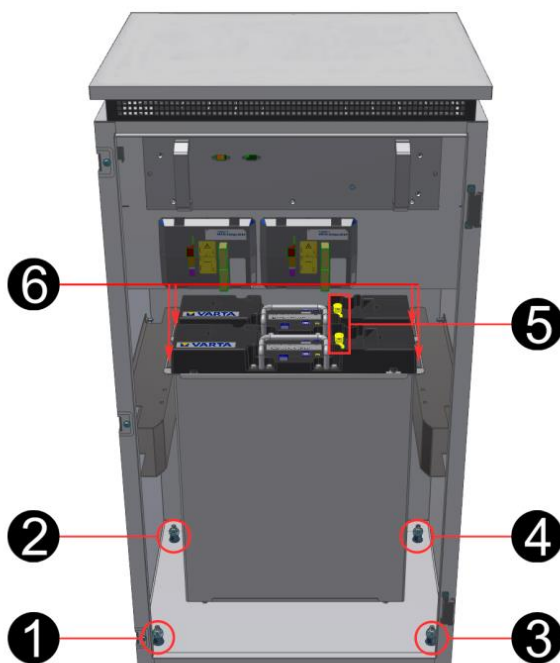

Figura 21: posizioni di montaggio dei moduli batteria
- Impostare l'altezza dei piedi regolabili (vedere Figura 21: posizioni di montaggio dei moduli batteria) a 4 cm (max. 5 cm).
A seconda del modello possono essere installati fino a due moduli batteria. I moduli batteria vengono posizionati secondo Figura 21: posizioni di montaggio dei moduli batteria.
Collocare il modulo batteria nel quadro accumulatore, secondo Figura 21: posizioni di montaggio dei moduli batteria.
Posizionare i moduli batteria nel quadro dell'accumulatore, secondo Figura 21: posizioni di montaggio dei moduli batteria.